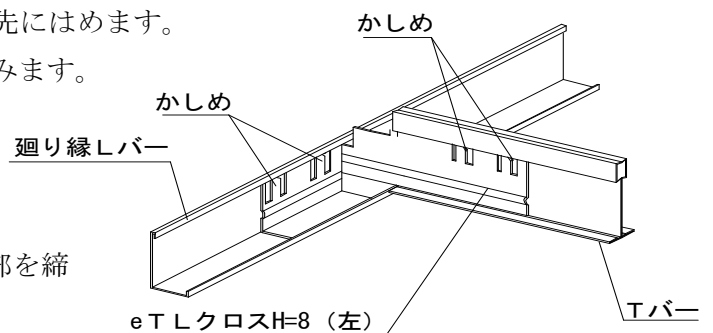

図2-13 TバーとLバーの接続
- ⑤ 壁際のTバーと廻り縁Lバーを接続します。(図 2-13 参照)